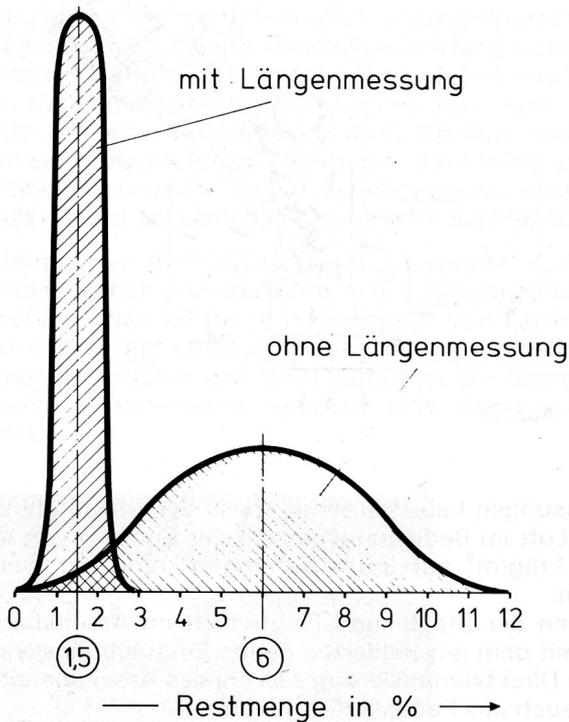

Abb. 18
- Die Elektronik hat es möglich gemacht, längengemessene Kreuzspulen zu fertigen. Gegenüber den bisherigen Längenabweichungen von 6% Restmenge, die sich durch Durchmesserabstellung ergeben, werden nun 1,5% Restmenge erzielt (Abb. 18). Das bringt Vorteile beim Zetteln und ergibt eine Reduzierung der Umspulkosten.